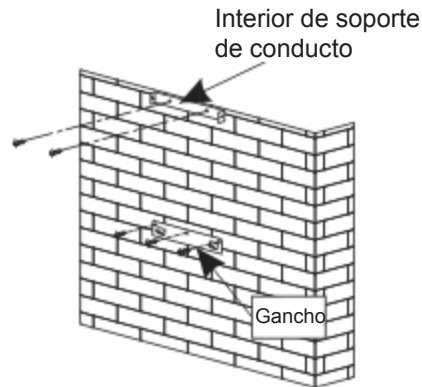

fig. 3
- Dibuje sobre el muro los 3 agujeros que necesita taladrar utilizando el gancho de suspensión de la campana, proporcionado y respetando la distancia recomendada (fig. 3)
- Enrosque el soporte para fijación de la campana garantizando que esté totalmente nivelado (fig. 3)
- Calcule la altura final para enroscar el estribo en U del soporte de la chimenea (fig. 3)
- Taladre los 2 agujeros de 8 mm y enrosque la brida de soporte de la chimenea prestando atención para que esté bien en el eje de la campana (fig. 3)
- Calcule la altura final para insertar la brida de soporte de la chimenea (fig. 3)